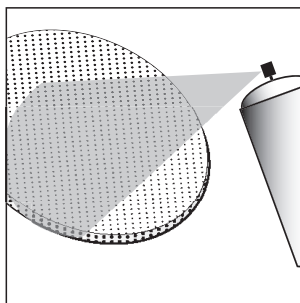

FIGURE 9
4. After removing the grille by carefully hooking it with a bent paper clip and pulling it gently away from the frame, spray on two thin coats of finish color. If you're using a compressor and spray gun, use the finest, most diffuse setting. Be careful not to fill the holes in the grille with paint [figure 9].
4. Après avoir retiré la grille du cadre en la soulevant délicatement à l'aide d'un trombone, vaporisez-la de deux minces couches de peinture en aérosol. Si vous utilisez un compresseur ou un pistolet pulvérisateur, choisissez le réglage le plus fin, le plus diffus. Assurez-vous de ne pas boucher les trous de la grille avec la peinture [figure 9].